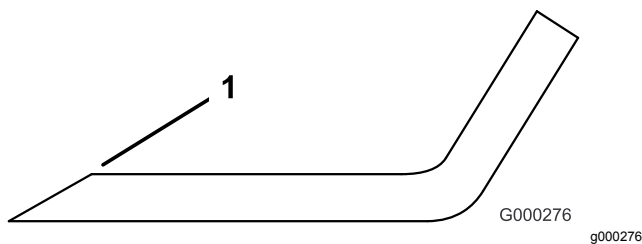

**Bild 127**
2. Prüfen Sie die Schnittkanten des Messers sorgfältig, insbesondere dort, wo die geraden Flächen die gebogenen berühren (Bild 127).
**Hinweis:** Da Sand und anderes reibendes Material das Metall abschleifen kann, das die flachen mit den gebogenen Teilen verbindet, müssen Sie das Messer vor jedem Einsatz des Rasenmähers prüfen. Wenn Sie Abnutzungen feststellen (Bild 127), sollten Sie das Messer auswechseln.